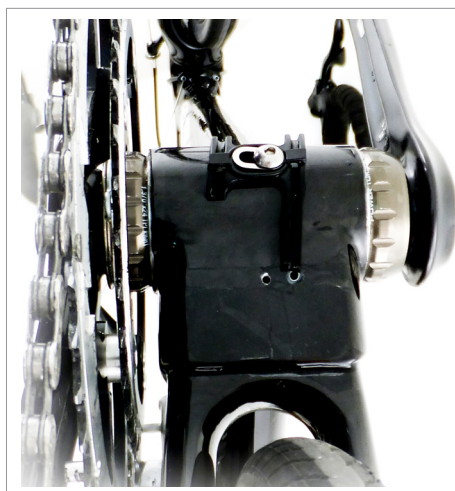

Fig.1
• Contrôler que le support guide-câble Campagnolo® soit bien monté sous la boîte de pédalier (Fig. 1).